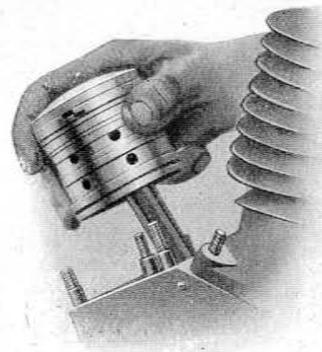

Abb. 52.
Dem aufmerksamen Arbeiter wird es ohne weiteres gelingen, an Hand dieser Anleitung nun auch den Zusammenbau in umgekehrter Reihenfolge durchzuführen, sodaß wir uns hier auf Weniges beschränken können. Vor dem Montieren der Zylinder setzt man der Einfachheit halber zunächst die Auspuffventile komplett ein. Sodann sind die Kolbenringnuten sowie Zylinderwände gut mit dickem Schmieröl zu versehen. Selbstredend überzeugt man sich bei dieser Gelegenheit auch, ob die Kolbenbolzen sowie die Sicherungsringe gut sitzen. Vor dem Aufsetzen eines jeden Zylinders muss der Kolben seine unterste Stellung einnehmen, wobei die Kolbenstange, wie die Abb. 52 zeigt, sich nach der Motormitte hin neigt. Ist der tiefste Stand des Kolbens erreicht, so wird der Zylinder aufgesetzt, wobei die Kol-
**keine Fuge über der anderen liegen** (s. Abb. 52). Zwischen Zylinder und Motorgehäuse ist, wenn nötig, ein frisches Dichtungspapier zu legen, auf keinen Fall darf dieses vergessen werden. Das folgende Anziehen der vier Bolzenmutter zur Befestigung des Zylinders hat in der Weise zu geschehen, daß die Muttern zunächst so weit aufgeschraubt werden, wie dies mit der losen Hand möglich ist; alsdann müssen sie **gleichmäßig**, d. h. abwechselungsweise von Gang zu Gang mit dem Schraubenschlüssel festgezogen werden.